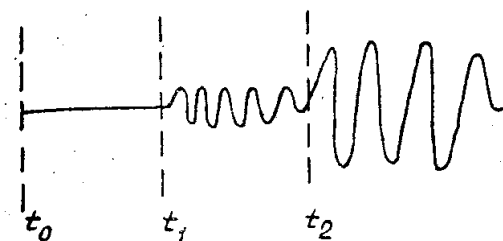

Рис.2. Форма звукового сигнала
Типичная осциллограмма сигнала с приемника волн показана на рис. 2. где t_0 - время запуска, t_1 - момент прихода к датчику сигнала по трубе (по металлу); t_2 - время прихода к датчику сигнала по газовому столбу. Для устранения влияния на результат измерения времени шумового сигнала в интервале $t_2 - t_0$ специальным образом подобрана амплитудно-частотная характеристика усилителя сигнала пьезодатчика (8).